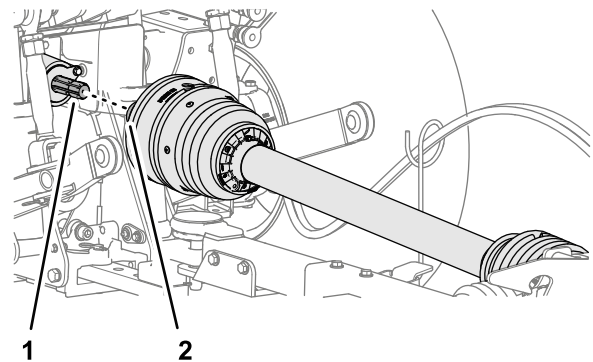

Figura 26
2. Allineate il giunto ad innesto rapido dell'albero di trasmissione con l'albero di uscita della PDF (Figura 26).